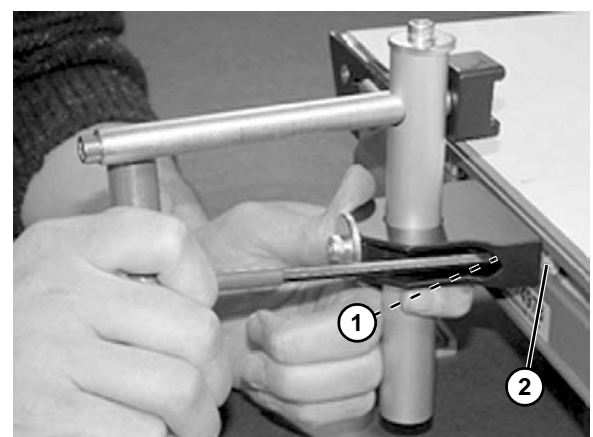

Figura 36
- Apriete los tornillos (**Figura 36, artículo 1**) asegurándose de que la tuerca en T (**Figura 36, artículo 2**) gira y encaja en el interior de la ranura en T.